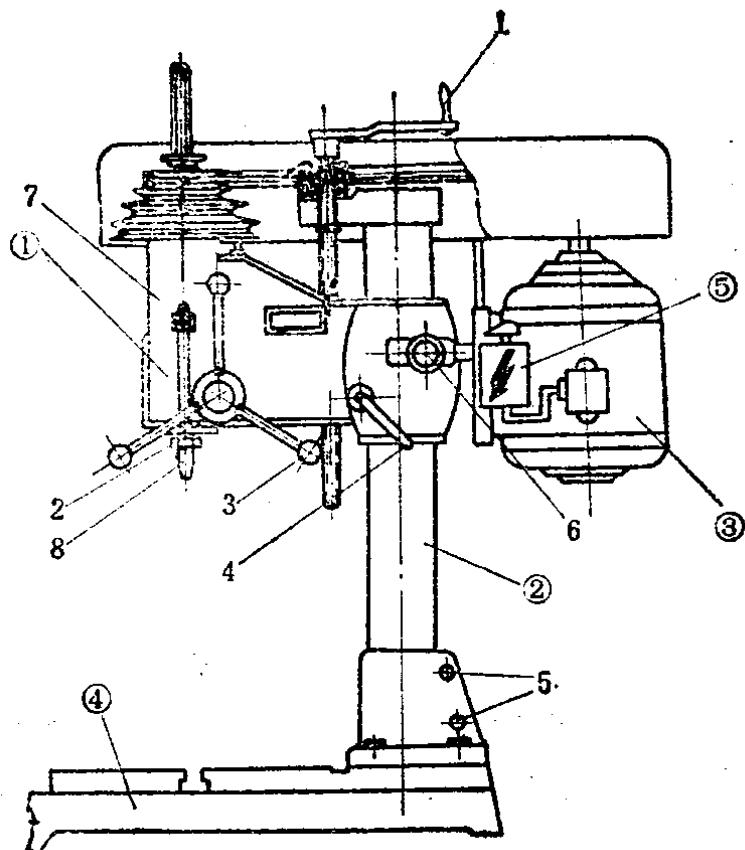

图1-7 Z 512台钻总体结构图
(1) 结构 图1-7是该台钻的总体结构，由五部分组成。下面，按标号加以说明。
①机头 它的主体是头架7，头架7安装在立柱②上，用手柄4进行锁紧。主轴装在头架7的主轴孔内。头架右侧